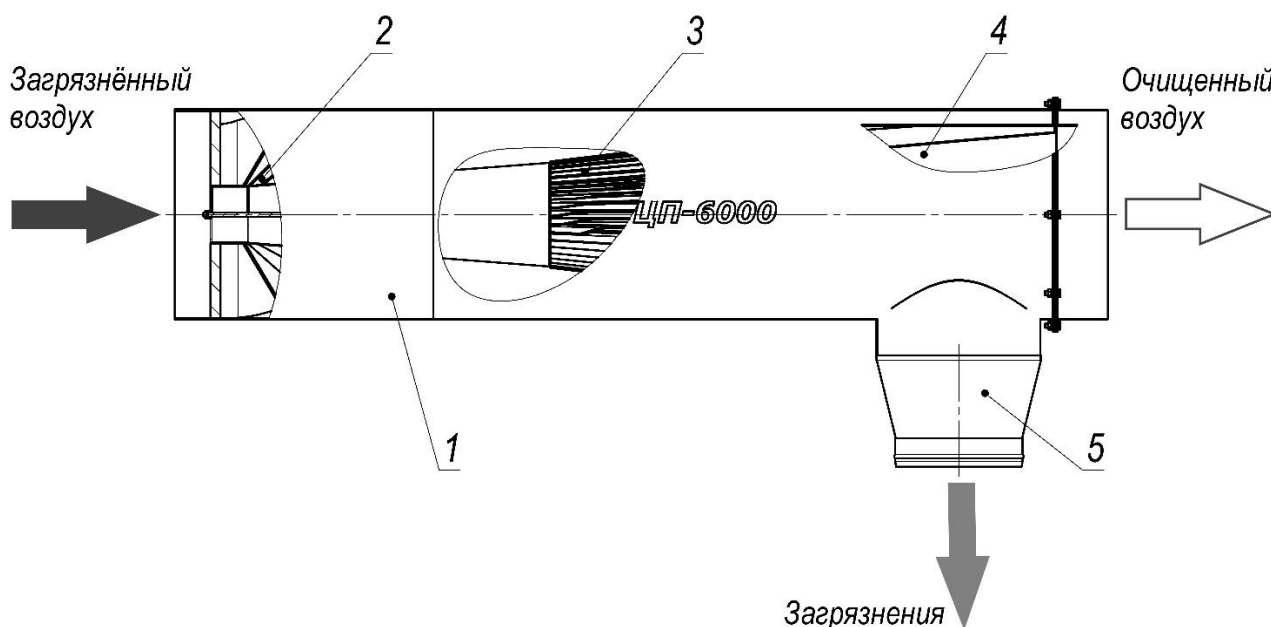

Рисунок 7
3.2.2 Газопылевой поток, движущийся по воздуховоду вентиляционной системы, поступает в циклон. Проходя через розетку (рисунок 7, поз. 2), запылённый воздух закручивается, а находящиеся в нём частицы пыли под действием центробежных сил переносятся к внутренней поверхности корпуса циклона (поз. 1), ударяясь меняют траекторию движения, проносятся вдоль корпуса циклона к выходному отверстию и удаляются через патрубок (поз. 5).